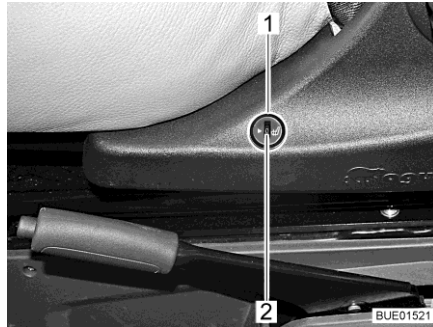

Bild 26 Brytare för stolsvärme
- Tryck på den undre halvan av reglaget (Bild 26,1) på stolkonsolens vänstra sida.
- För att sänka värmen vrider du inställningsratten (Bild 26,2) i riktning "0".
- För att höja värmen vrider du inställningsratten (Bild 26,2) i riktning "5".
- Tryck på den övre delen av reglaget (Bild 26,1) på stolkonsolens vänstra sida.